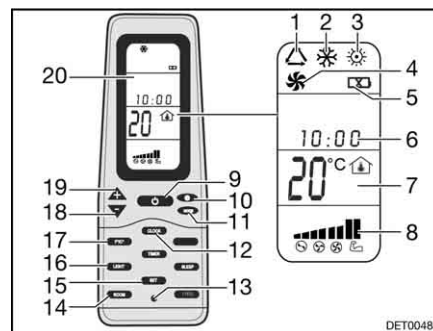

Bild 172 Fernbedienung
- Die Taste ON/OFF (Bild 172,9) drücken.
- Die Taste "Mode" (Bild 172,11) so oft drücken, bis die gewünschte Betriebsart (Bild 172,1, 2, 3 oder 4) auf dem Display (Bild 172,20) angezeigt wird.
- Mit den Tasten "+" (Bild 172,19) und "-" (Bild 172,18) die gewünschte Temperatur einstellen.
- Mit der Taste Lüftergeschwindigkeit (Bild 172,10) die gewünschte Lüfterstufe wählen.